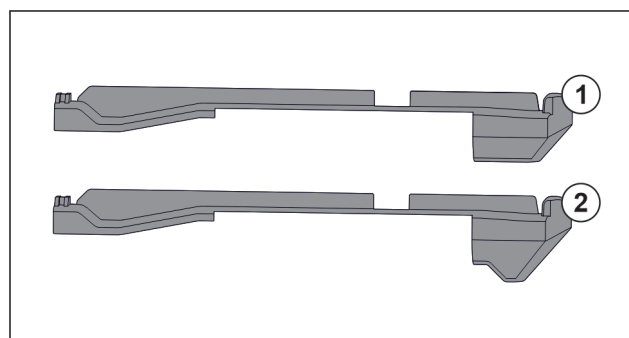

Fig. 126 Vergleich der Aufsteckteile
Im Gerät befinden sich zwei unterschiedliche Aufsteckteile. Das Aufsteckteil über dem untersten Schubfach Fig. 126 (2) hat eine dreieckige Kante. Alle anderen Aufsteckteile Fig. 126 (1) haben eine gerade Kante.
- Aufsteckteil Fig. 126 (2) mit der dreieckigen Kante über dem untersten Schubfach anbringen.
- Aufsteckteil Fig. 126 (1) mit der geraden Kante an allen anderen Stellen anbringen.